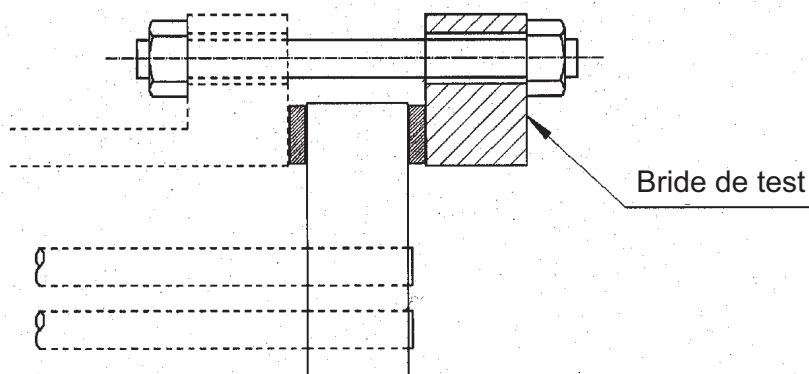

Fig. 8
- A l'aide des procédures déjà mentionnées pour le démontage de la tête frontale, retirez celle-ci et remplacez-la par une bride de test (voir figure 8) qui s'adapte à la bride du corps de la calandre. Remettez en place les écrous et les goujons.